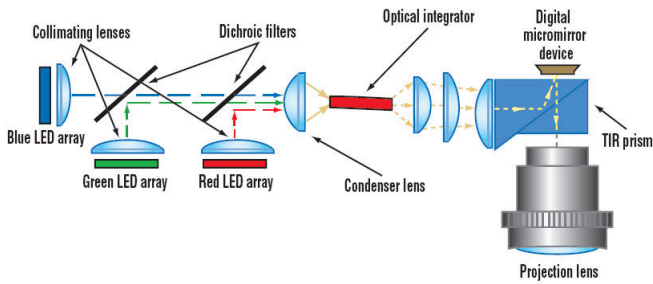

图 5. 简化的光学模块图。
- **DLP 光学模块：**DLP DMD 及其相关的光源、光学元件和必要的机械组件组成一个紧凑而坚固的模组，称为光学模块或光引擎（请参阅图 5）。